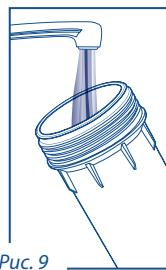

Рис. 9 Рис. 10
4. Промойте колбу и крышку водопроводной водой (рис. 9, 10).